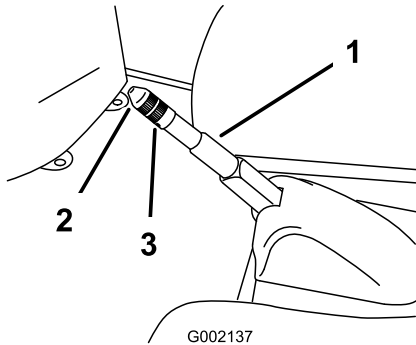

Figura 37
2. Afloje el tornillo de fijación que sujeta el pomo a la palanca del freno de estacionamiento (Figura 37).